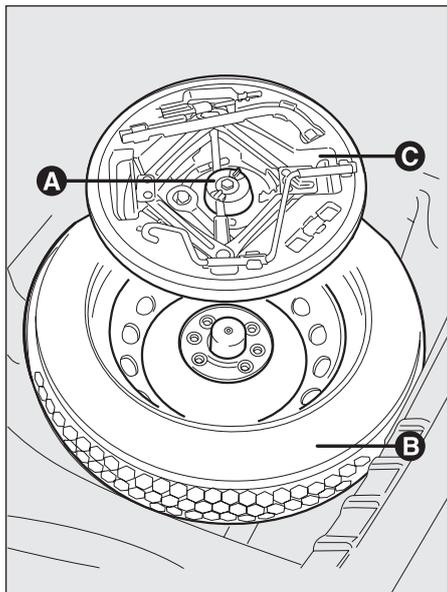

fig. 145
- svitare il dispositivo di bloccaggio A-fig. 145;